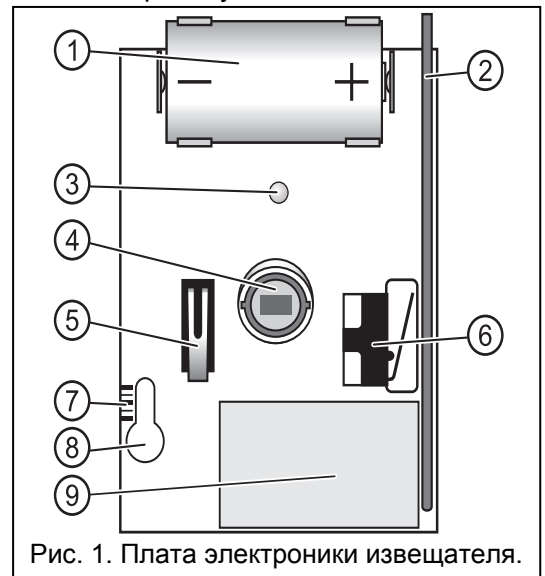

Рис. 1. Плата электроники извещателя.
8. Закрепите плату электроники. В случае монтажа извещателя на высоте 2,4 м, плату следует установить средней линией шкалы (см. рис. 1) напротив метки, расположенной на корпусе рядом. Такая установка позволяет достичь дальности действия линзы указанной производителем. В случае монтажа извещателя на другой высоте следует отрегулировать положение пирозлемента, перемещая плату вверх (при установке извещателя выше, чем 2,4 м) или вниз (при установке извещателя ниже 2,4 м) относительно среднего положения.